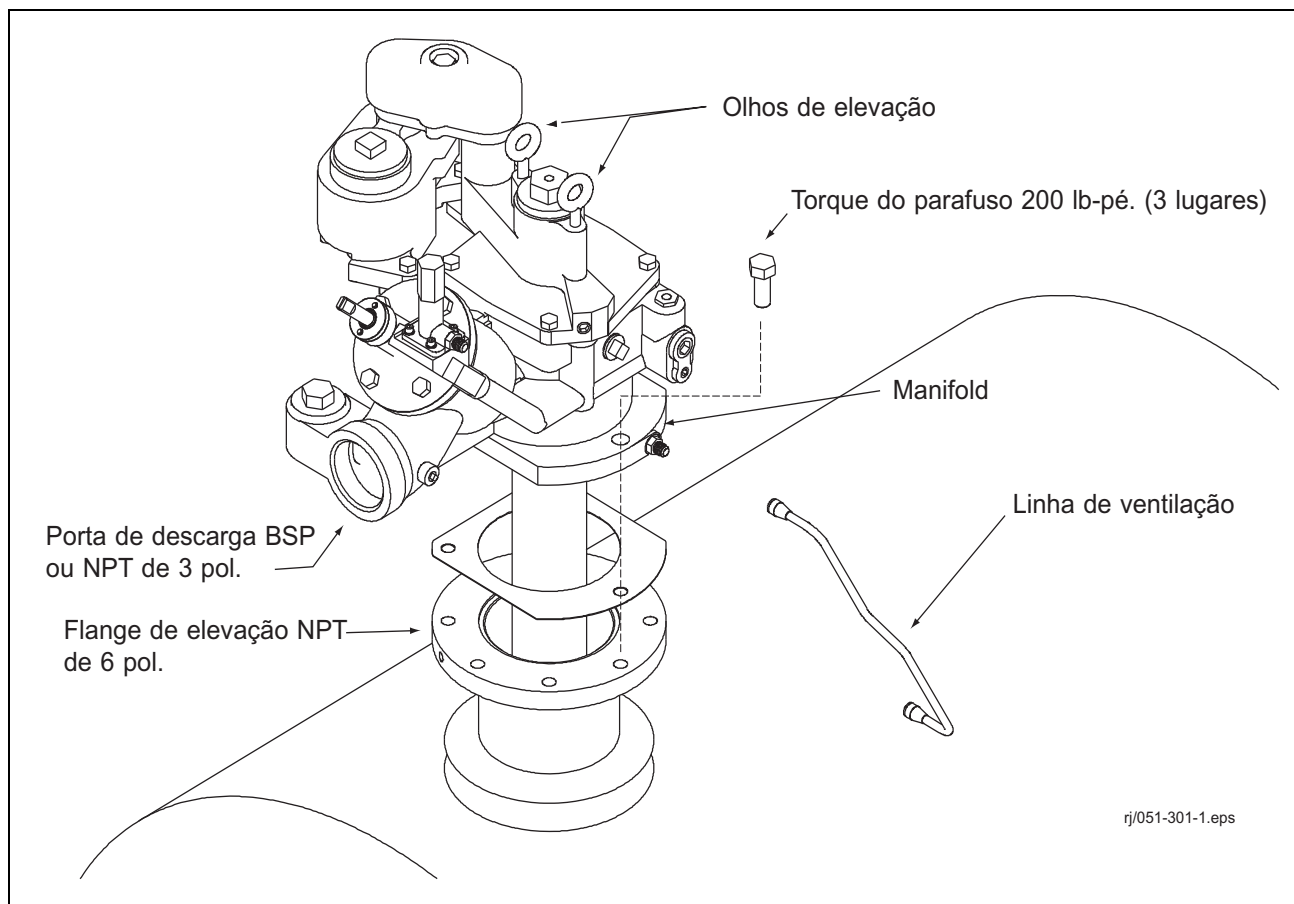

Figura 1. Montagem do manifold Maxxum®
1. Aplique um junta na superfície inferior do manifold e pressione a junta na superfície de encaixe do manifold, de modo que os orifícios na junta e no manifold se alinhem (referência Figura 1).
1. Retire as tampas de envio de proteção de metal das conexões cônicas (referência Figura 1).